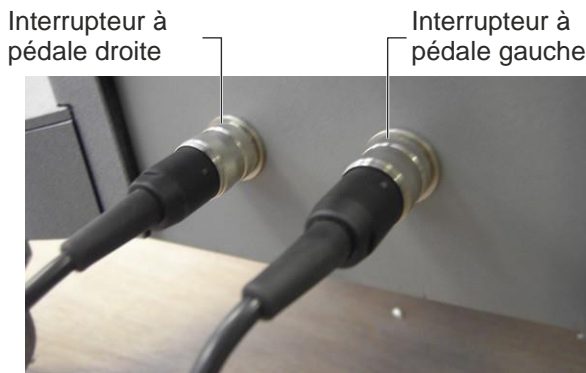

Figure 3-30. Câbles des interrupteurs à pédale droite et gauche connectés
L'interrupteur à pédale droite doit être connecté à la prise de branchement de l'interrupteur à pédale situé à gauche de l'arrière du système, comme illustré à la Figure 3-30.
4. Vérifiez que l'interrupteur à pédale est correctement raccordé au système, comme illustré à la Figure 3-30.